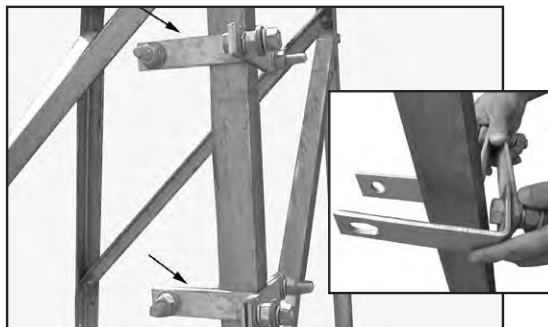

Figura 98
15.2 Instale os suportes à compressão na torre (figura 98).